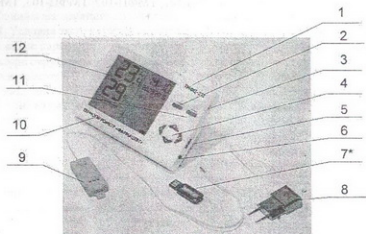

Рис.3. Внешний вид термогигрометров ТМФЦ-211, ТМФЦ-212, ТМФЦ-213, ТМФЦ-214 (на примере ТМФЦ-212), вид спереди
2.3.3 Внешний вид термогигрометров ТМФЦ-211, ТМФЦ-212, ТМФЦ-213, ТМФЦ-214 спереди приведен на рис. 3